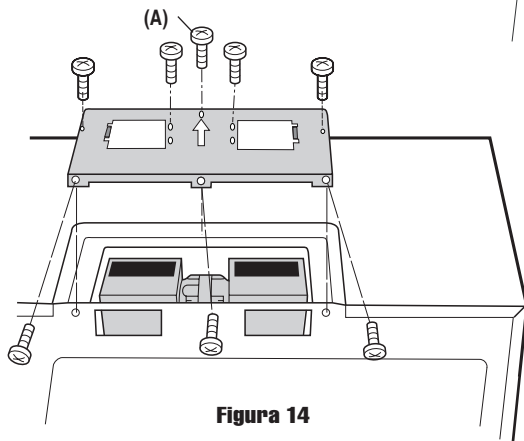

Figura 14
4. Coloque nuevamente el soporte de la cubierta del ventilador deslizando por las ranuras en la misma dirección de la flecha de la cubierta del ventilador. Asegúrese de que las paletas del ventilador sean visibles a través de los orificios superiores en el horno antes de proceder. Vea la Figura 14 de la página 6.
5. Fije el soporte de la cubierta del ventilador a la unidad con los 3 tornillos del borde trasero y 4 tornillos, excepto el tornillo (A), de la parte superior del soporte de la cubierta del ventilador, que se retiraron en el Paso 1 anterior. Consulte la Figura 14 en la página 6. El tornillo (A) se utilizará para MONTAR SOBRE LA PARED en el Paso 5 en la página 7. Ahora, la unidad de ventilador de la campana ha girado para una operación de escape vertical.